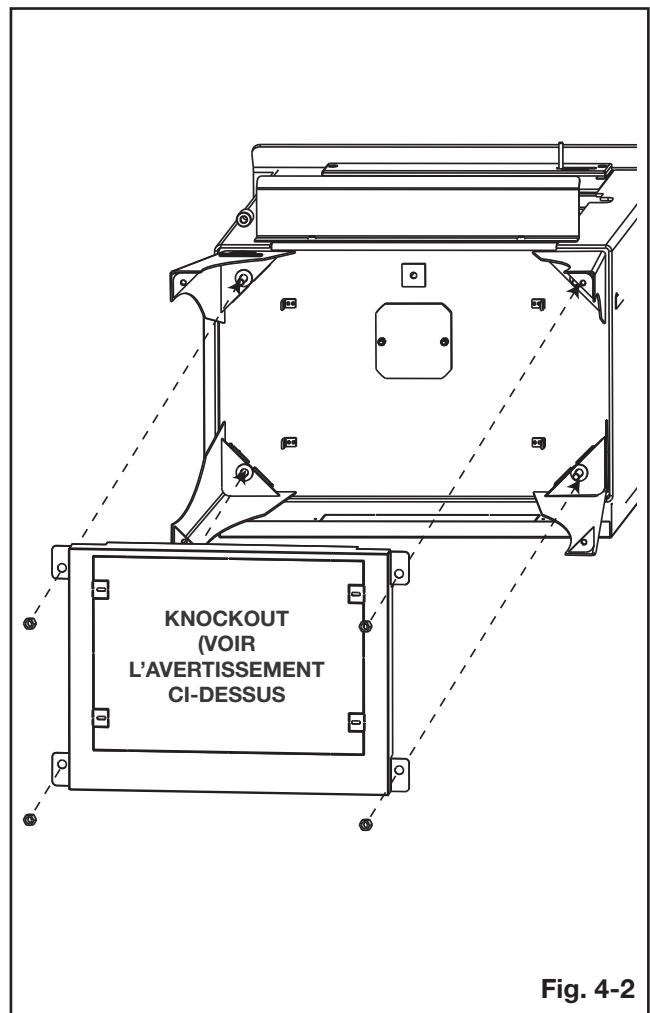

Fig. 4-2
- Faites glisser le bouclier thermique sur les quatre boulons. Enfin, fixez le bouclier thermique en place en utilisant les écrous restant (**Fig. 4-2**).